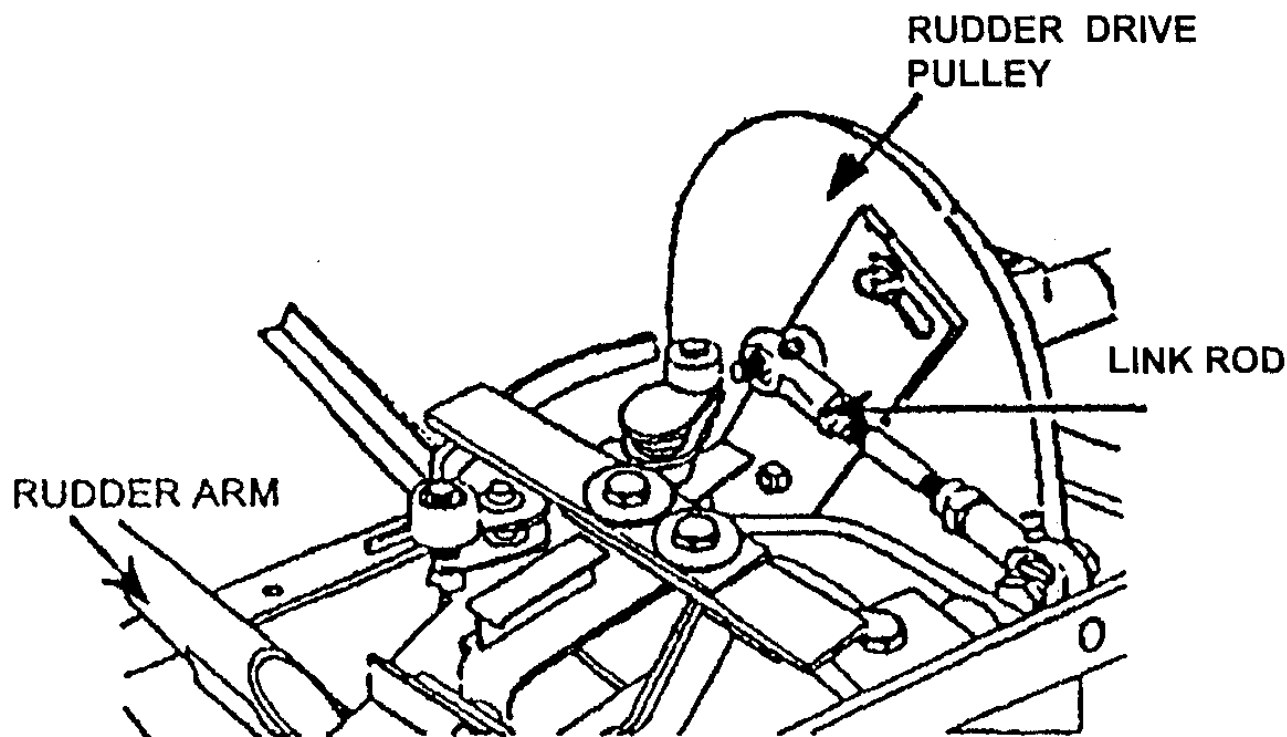

РИСУНОК 32
1. Совместите свободный конец штанги на шатунной шейке вала (рис.32) с осью сенсорного устройства и, вращая рукой шкив рулевого привода, проследите за тем, как движется рулевой рычаг.